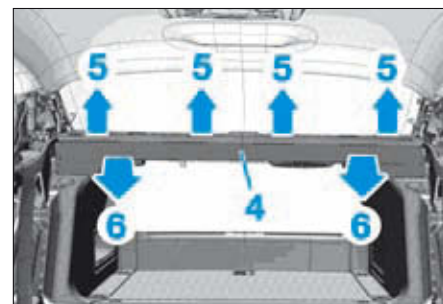

FIG. 27
- Dégrafer l'avant de la plage arrière (4) en (5) (Fig.27).
- Tirer la plage arrière vers l'avant en (6) et la déposer.